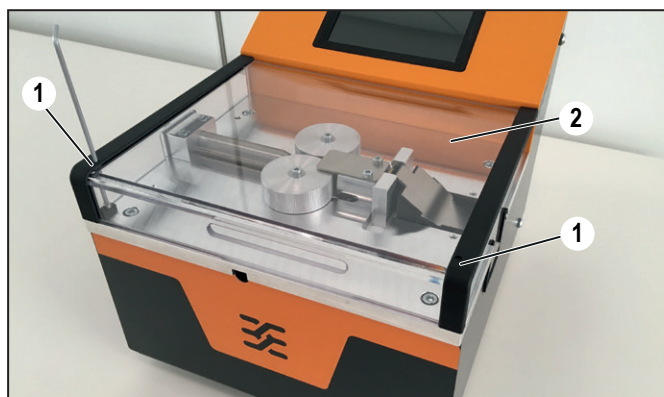

Bild 7.1 Schutzabdeckung entfernen
- Lösen Sie die beiden Befestigungsschrauben (Bild 7.1, 1).
- Heben Sie die Schutzabdeckung (Bild 7.1, 2) ab und legen Sie sie vorsichtig beiseite.